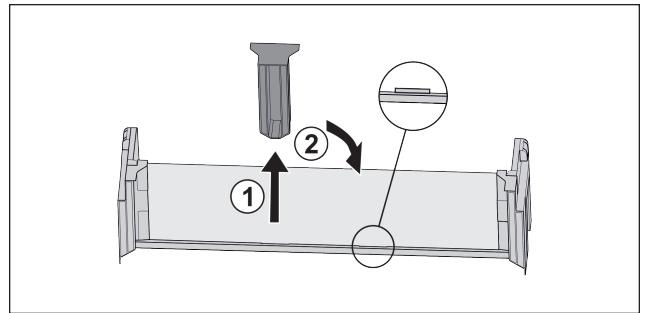

Fig. 92
- ▶ Изтеглете средната задържаща част Fig. 92 (1).
- ▶ Вкарайте средната задържаща част на втората позиция Fig. 92 (2).